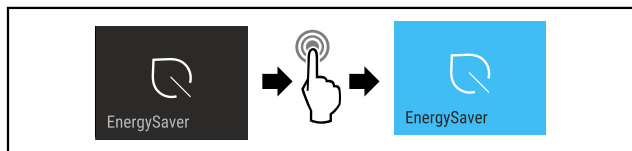

Fig. 17
- ▶ Udfør handlingstrinene (se Fig. 17) .